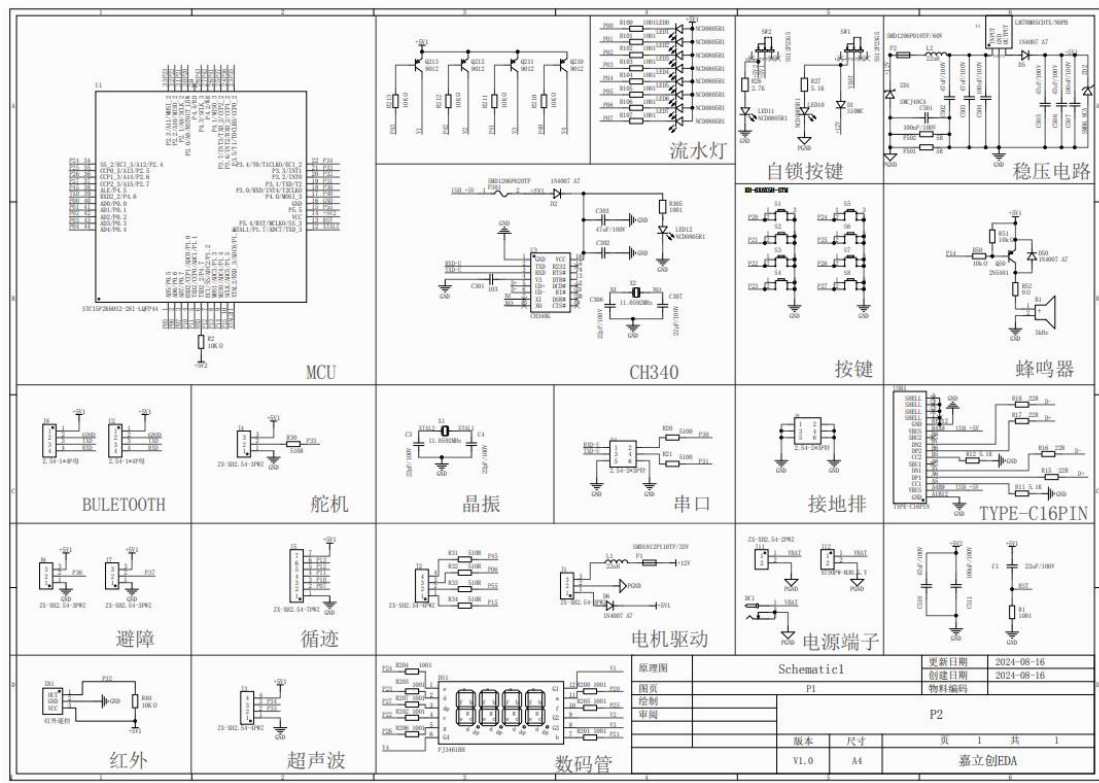
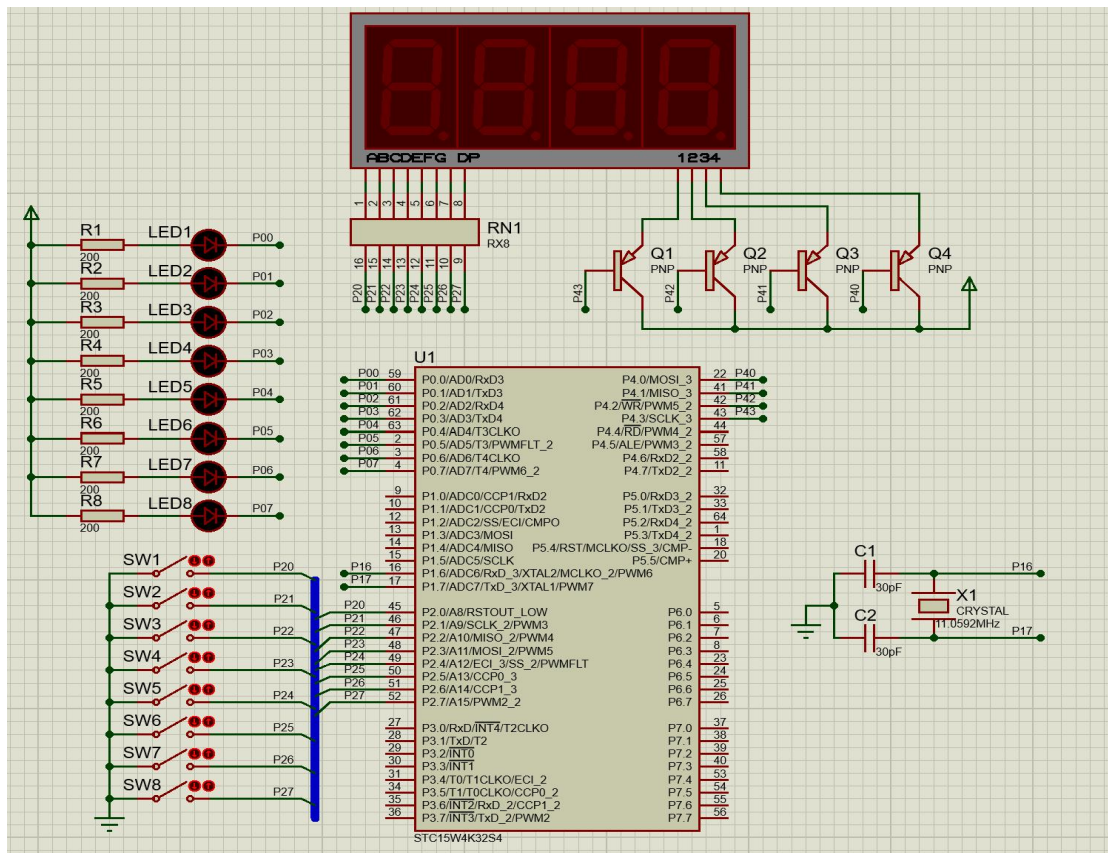

图 3-2 开发板电路原理图
图 3-3 实验 3 电路图
2. 综合运用上节课知识，结合开发板电路原理图 3-2，绘制本次实验电路图 3-3。